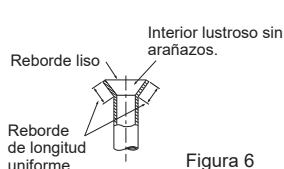

Figura 6
- Compare el abocardado con la Figura 6.